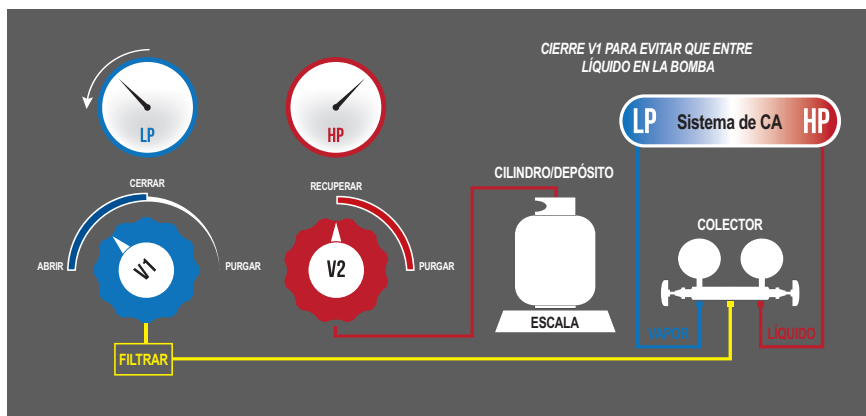

Figura 1 Procedimiento de configuración de la recuperación de refrigerante estándar
- 3 Conecte una manguera desde la válvula de descarga hasta el depósito de recuperación. Conecte otras mangueras entre los componentes del sistema según se indica en la Figura 1 en la página 9.
- El cable tiene un calibre mínimo de 14 AWG para una corriente de 115 V (CA) o de 1,0 mm² para una corriente de 230 V (CA).
Consulte la Figura 1.